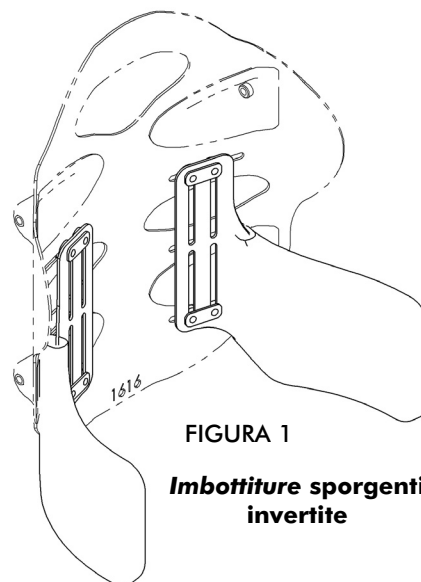

FIGURA 1
1. I SUPPORTI LATERALI POSSONO ESSERE MONTATI CAPOVOLTI SUI LATI OPPOSTI PER OFFRIRE UN SOSTEGNO NELLA PARTE INFERIORE - VEDI FIGURA 1